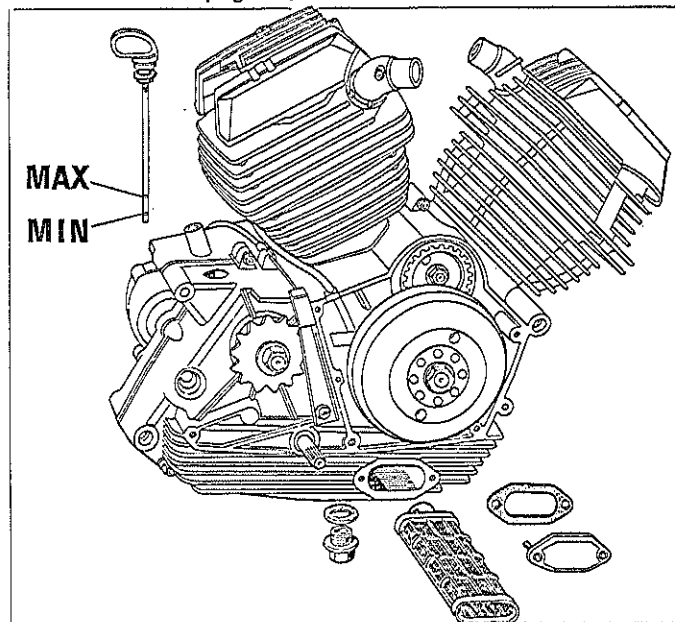

Fig. 4
- 1 - Togliere il tappo posto sotto il motore (fig. 4) e curare che venga scaricata la maggiore quantità d'olio possibile.
- 2 - Chiudere accuratamente il tappo, togliere l'asta di livello olio (fig. 4) e versare litri 2,5 di olio AGIP SINT 2000 (vedi pagg. 1 e 2).
- 1 - Togliere il coperchietto laterale (fig. 4).